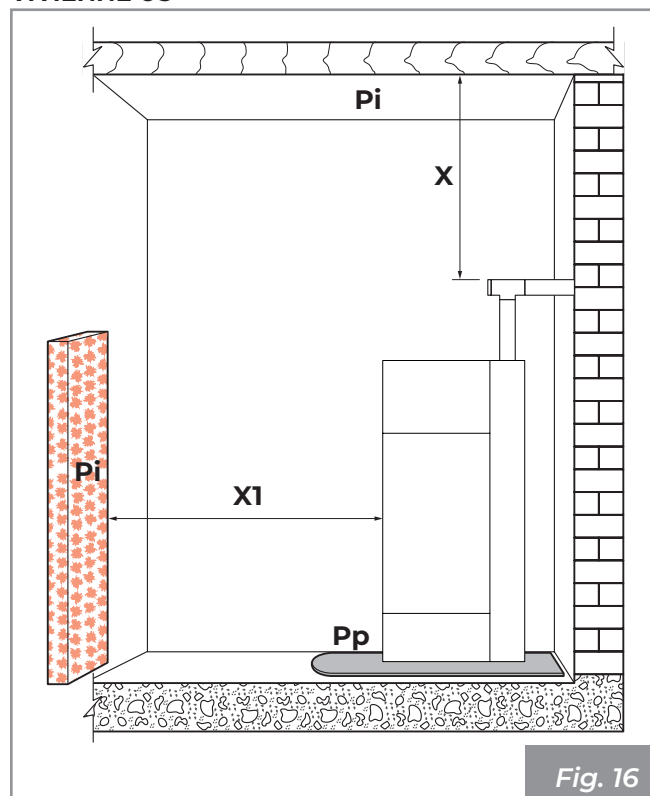
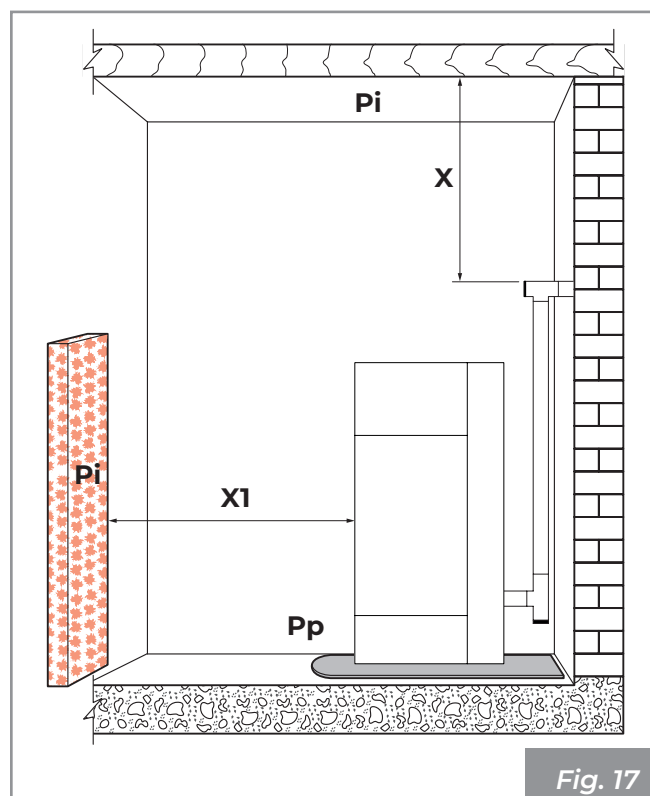

Fig. 16
Fig. 17
Se recuerda respetar la distancia mínima de los materiales inflamables (X), descrita en la placa de identificación de los tubos para realizar la chimenea (Fig. 16 - Fig. 17).